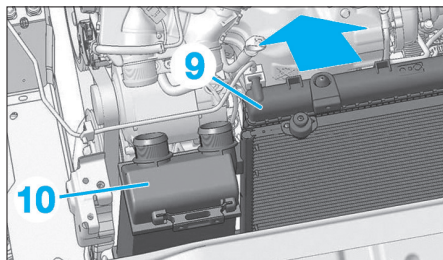

Fig. 65
- Basculer légèrement l'ensemble condenseur de réfrigération et radiateur (9) suivant la flèche (Fig.65).
- Extraire l'échangeur air/air (10) par le bas.